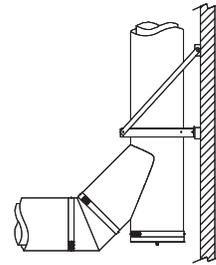

Figure 12 - Changement de direction à 90° offrant peu de résistance au passage des gaz
- Pour les systèmes dans lesquels la résistance à l'écoulement doit être minimisée, comme dans le cas des échappements de moteur ou de turbine, il est suggéré d'utiliser un té à 45°. Il peut être combiné à un coude à 45° pour créer un changement de direction à 90° offrant peu de résistance au passage des gaz (voir **Figure 12**). Pour supporter ce té, utiliser une méthode similaire à celle utilisée pour un té à 90°.